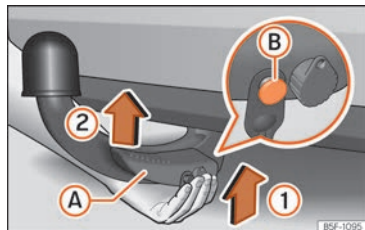

Abb. 266 Anhängerkupplung anbringen Schritt 1
- Die Anhängerkupplung **von unten** und der Pfeilrichtung »» Abb. 266 (1) folgend in die deren Aufnahme einsetzen, bis sie hörbar einrastet »» ⚠.
Der Hebel »» Abb. 266 (A) dreht sich **automatisch** in Pfeilrichtung (2) nach oben und der Entriegelungsbolzen (B) kommt heraus (sein rot-grüner Teil ist sichtbar) »» ⚠.
- **Beim Befestigen der Anhängerkupplung nicht mit den Händen in den Hebel fassen, um ein Einklemmen der Finger zu vermeiden** »» Abb. 266 (A).
① VORSICHT